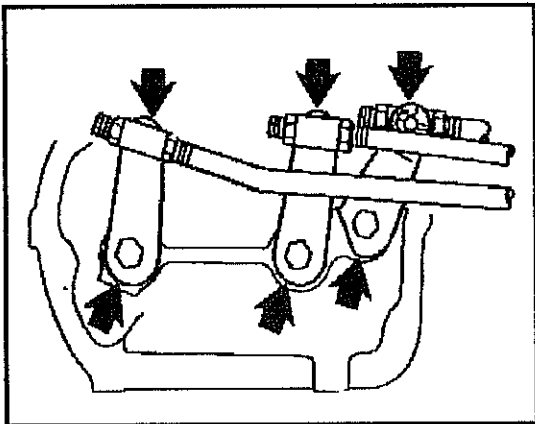

Abb. 11-3 Schmieren der Schalthebel
- Die Schalthebel reinigen und den Drehmomentwert erneut prüfen. Siehe Abb. 11-3.